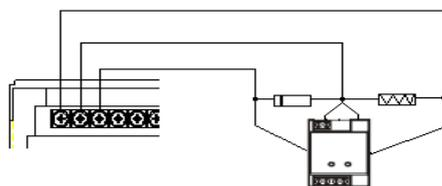

图 6-8
- 在实际使用时根据需求可以在 QD+和 QD-、QD-和 HD 之间各安装 1 个 5.1KΩ 的电阻，以防控制器误报盘地址故障，如图 6-8。